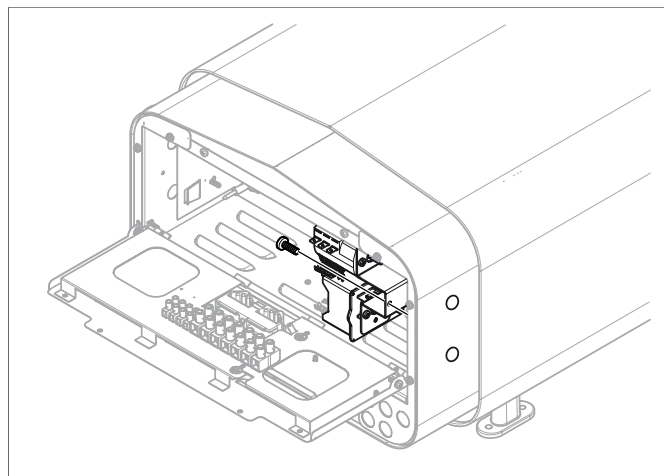

Рисунок 10: Крепление консоли
8. Сдвиньте защелку в отверстие. Закрепите консоль с винтами см. **Рисунок 10**, страница 4.